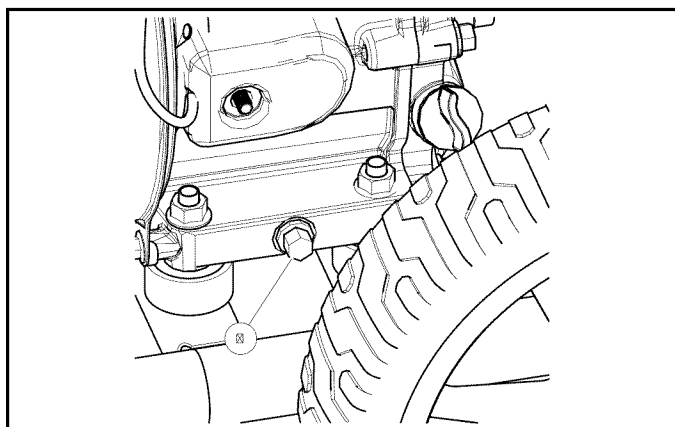

Figure 6-7. Bouchon de vidange d'huile
3. Nettoyez la zone autour du bouchon de vidange d'huile (A) (Figure 6-7). Le bouchon de vidange d'huile se trouve à la base du moteur, face au carburateur.